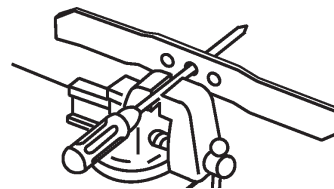

Figure 21
1. Vérifiez l'équilibre de la lame en enfilant le trou central sur un clou ou la tige d'un tournevis serré horizontalement dans un étau (Fig. 21).